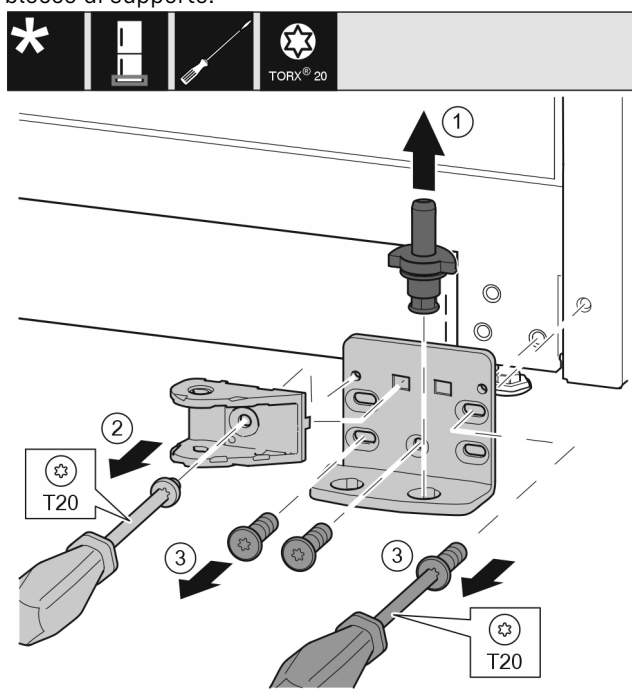

Fig. 45 *
- Estrarre completamente verso l'alto i perni di supporto Fig. 45 (1).*
- Svitare la vite con un cacciavite Fig. 45 (2) e rimuovere il collegamento dell'ammortizzatore di chiusura.*
- Svitare le viti Fig. 45 (3) con un cacciavite e rimuovere il blocco di supporto.*